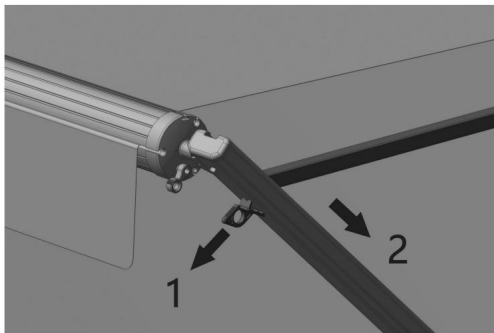

Figura D15
4.2.4 Tire del pestillo y empuje la varilla interior hacia atrás a lo largo del brazo de soporte. (Figura D15)